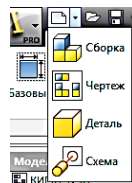

Рис. 2.1.
2. Нажмём кнопку «Создать» (Рис. 2.1.), в раскрывшемся меню выберем команду «Деталь». Загрузится файл для начала моделирования трехмерной модели детали. Данный файл становится текущим, а в нижнем левом углу рабочего поля появиться информация о том, что загружены два файла .